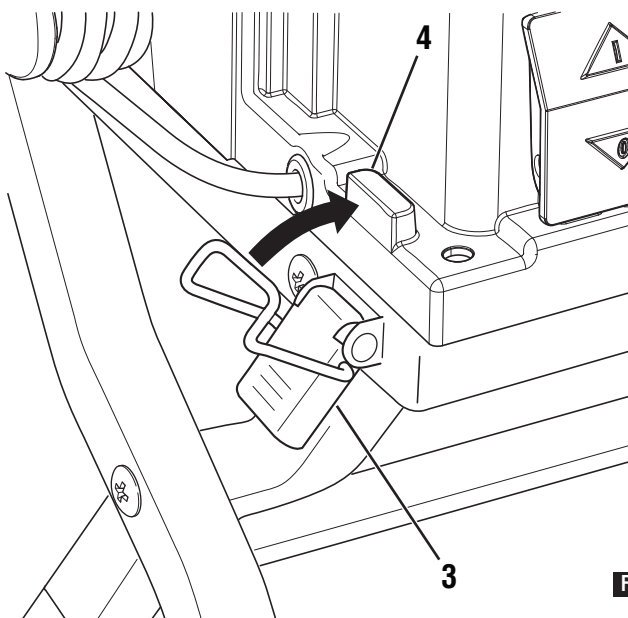

FIG. 7
2. Enganche el alambre de la grapa 3 ubicada en el frente del soporte sobre la lengüeta 4 de la base de la sierra (Fig. 7).